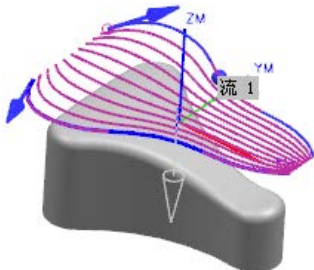

图 4.6.8 生成的流曲线
Step2. 单击“流线驱动方法”对话框中流曲线区域的 * 选择曲线 (0) 按钮，在图形区中选取图 4.6.7 所示的曲线 1，按鼠标中键确定，然后再选取曲线 2，按鼠标中键确定，此时在图形区中生成图 4.6.8 所示的流曲线。